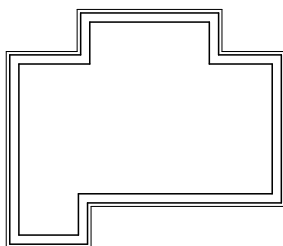

图 3-69 创建外保温层
- “内保温(I)”选项。在执行“墙柱保温”命令的过程中输入“I”, 可选项该选项。在执行该选项之前, 首先要对建筑进行内外墙的认识; 调用该选项后, 选取外墙体, 即可在外墙体内创建保温层, 如图 3-69 所示。